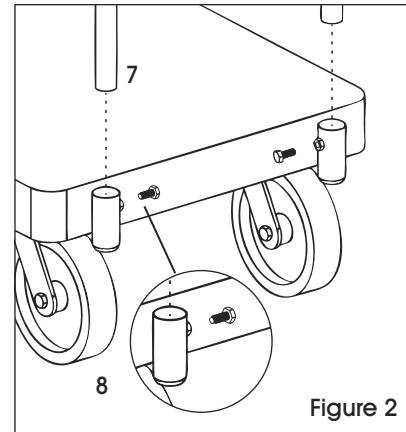

Figure 2
7. Turn the deck over onto its casters and insert the handle into the sockets. (See Figure 2)
8. Thread the bolts into the nut welded to each socket. Tighten securely with 1/2" socket wrench. (See Figure 2)
9. Turn deck onto its side and fully tighten long screws. (See Figure 2)
7. Retournez le plateau sur ses roulettes et insérez la poignée dans les emboîtures. (Voir Figure 2)
8. Vissez ces boulons dans les écrous soudés à chaque emboîture. Serrez fermement à l'aide d'une clé à douilles de 1/2 po. (Voir Figure 2)
9. Retournez le plateau sur le côté et serrez fermement les longues vis. (Voir Figure 2)